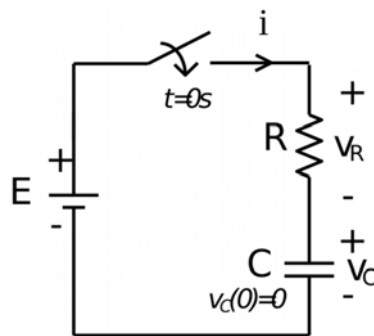

Figura 2 – Circuito RC de carga do capacitor
Seja o circuito da Figura 2, na qual o capacitor está inicialmente descarregado ( $v_c(0)=0$ ). Em  $t = 0\text{s}$ , fecha-se a chave S, neste instante a corrente no circuito é máxima, pois não há tensão armazenada no capacitor,  $I_{\text{max}} = E/R$ . A partir deste ponto o capacitor inicia um processo de carga, com aumento gradativo da tensão entre seus terminais, que depende do valor da capacitância, conforme apresentado na equação (1). A medida que o capacitor se carrega, a corrente diminui, pois a tensão no resistor é  $v_r(t) = E - v_c(t)$ , obedecendo uma função exponencial até atingir o valor zero, quando este estiver totalmente carregado.
A partir da equação de malha do circuito da Figura 2,  $E = R.i(t) + v_c(t)$  e da equação da corrente no capacitor,  $i(t) = C.dv_c(t)/dt$ , obtém-se a expressão no tempo para a tensão e corrente no capacitor, conforme mostra as equações (2) e (3), onde  $\tau = R.C$ , é a constante de tempo do circuito.